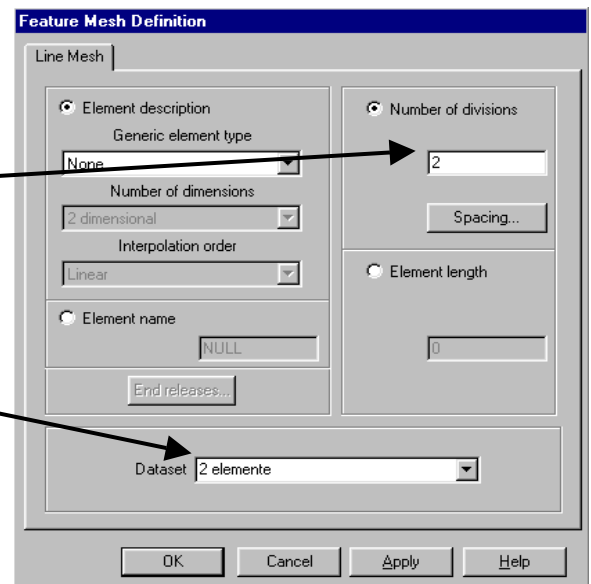

Fig. 13
- în caseta de dialog se alege elementul finit de tip **None**, cu 2 elemente (fig. 13)